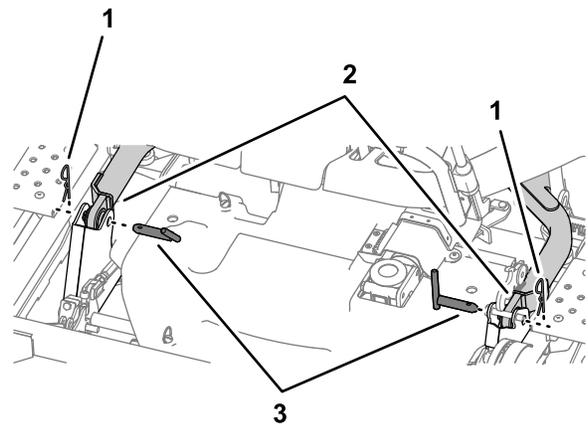

Bild 115
10. Entfernen Sie die zwei Klappstecker und zwei Lastösenbolzen, mit denen die Hubarme an jeder Seite des Mähwerks befestigt sind (Bild 115).
6. Setzen Sie den Klappstecker und den Lastösenbolzen ein, um die Hubarme an jeder Seite zu befestigen, siehe Bild 115 in Entfernen des Mähwerks \(Seite 80\).